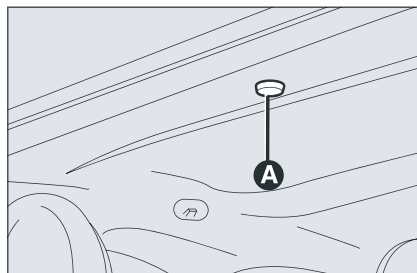

Рис. 45
- извлеките заглушку **A** (рис. 45) из декоративной панели крыши, позади верхнего люка;